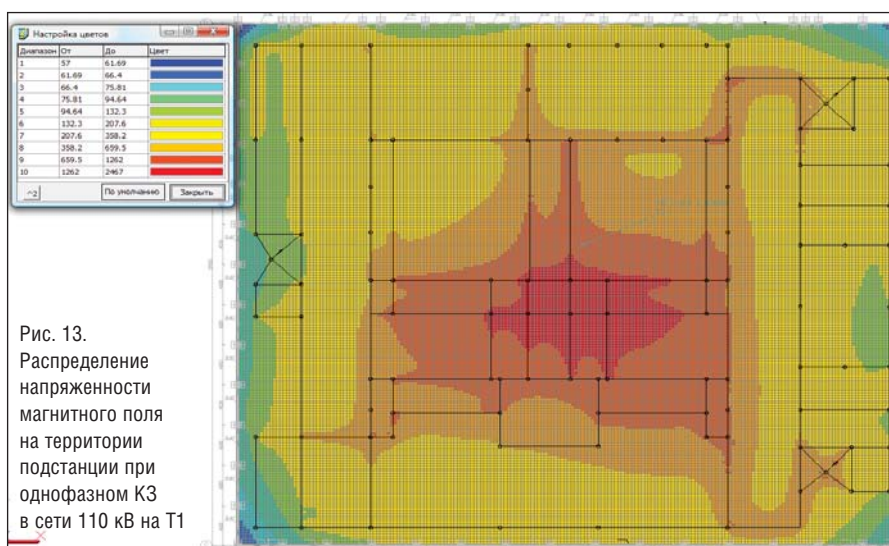

Рис. 13.
при однофазном КЗ в сети 110 кВ на Т1. На рис. 13 показано распределение напряженности магнитного поля (А/м) на территории подстанции при однофазном КЗ в сети 110 кВ на Т1. На рис. 14 приведены токи в экранах кабелей от ОПУ к КРУМ, самой дальней точке ОПУ и Т2 расчетные (I) и допустимые (Iдоп) при однофазном КЗ в сети 110 кВ на Т1. Для расчета токов в экранах кабелей в исходные данные точки входа тока вводилось время действия тока как время срабатывания резервной защиты. Длительность фронта импульса при КЗ задавалась как длительность полупериода тока промышленной частоты, то есть 0,01 с.